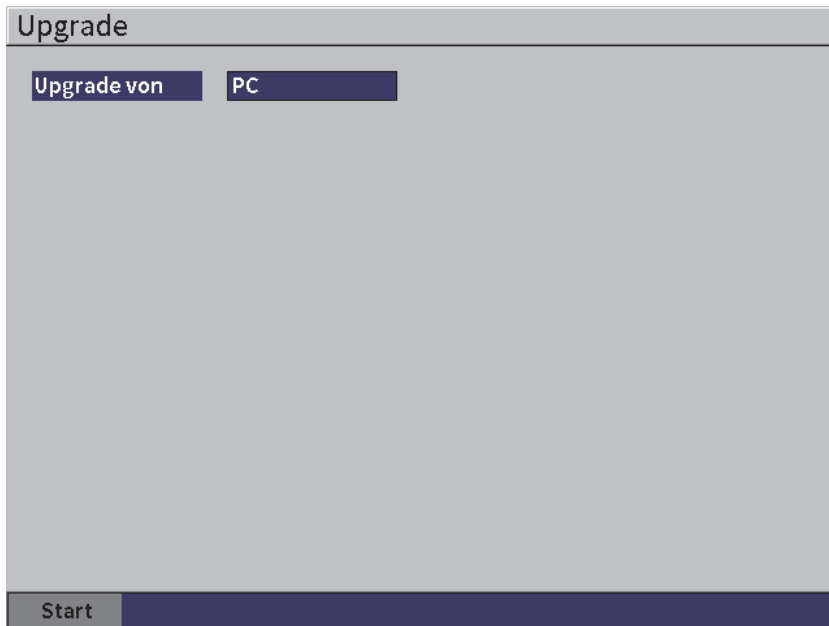

Abbildung 5-14 Konfigurationsfenster Upgrade
1. Wählen Sie das Symbol für **Upgrade** () aus, um das Konfigurationsfenster **Upgrade** zu öffnen (siehe Abbildung 5-14 auf Seite 77).